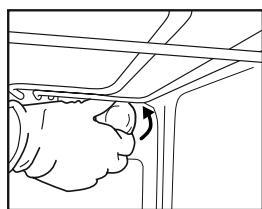
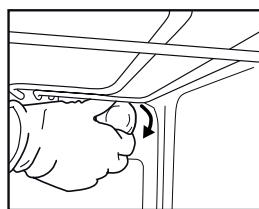

Fig. 6
Fig. 7
- 2.** Svitare il coprilampada (Fig. 6), sostituire la lampadina (vedere la nota per il tipo di lampadina) e riavvitare il coprilampada (Fig. 7).